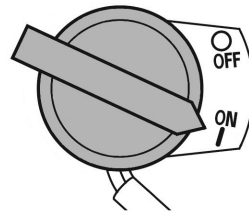

Рис. 14 Выключатель зажигания
- Выключатель зажигания переведите в положение «ON» (Включено) (Рис. 14).
2. Переведите выключатель зажигания в положение «OFF» (Выключено) (Рис. 14).
При возникновении аварийной ситуации, для экстренной остановки двигателя мотокультиватора переведите выключатель зажигания в положение «OFF» (Выключено) (Рис. 14).